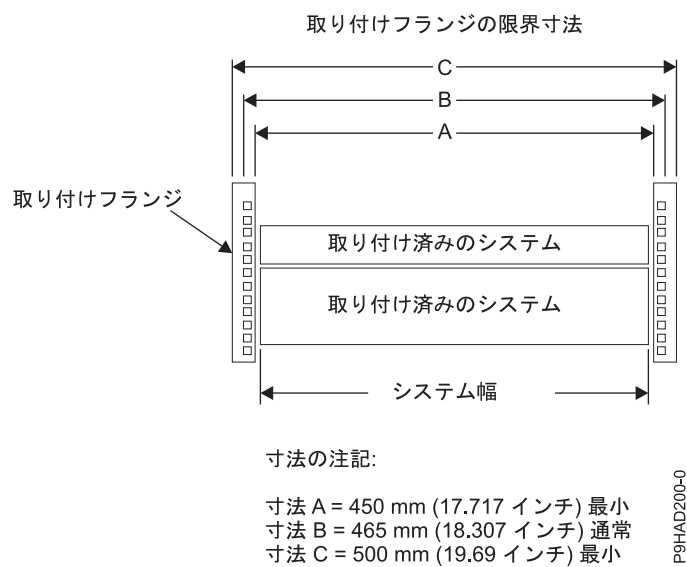

図 40. 取り付けフランジの限界寸法
- 寸法 C の場合、前面のラック開口部の幅 (標準取り付けフランジの外側から外側の幅) は 535 mm (21.06 インチ) であることが必要です (図 40 を参照)。寸法 C の場合、背面のラック開口部の幅 (標準取り付けフランジの外側から外側の幅) は 500 mm (19.69 インチ) であることが必要です。